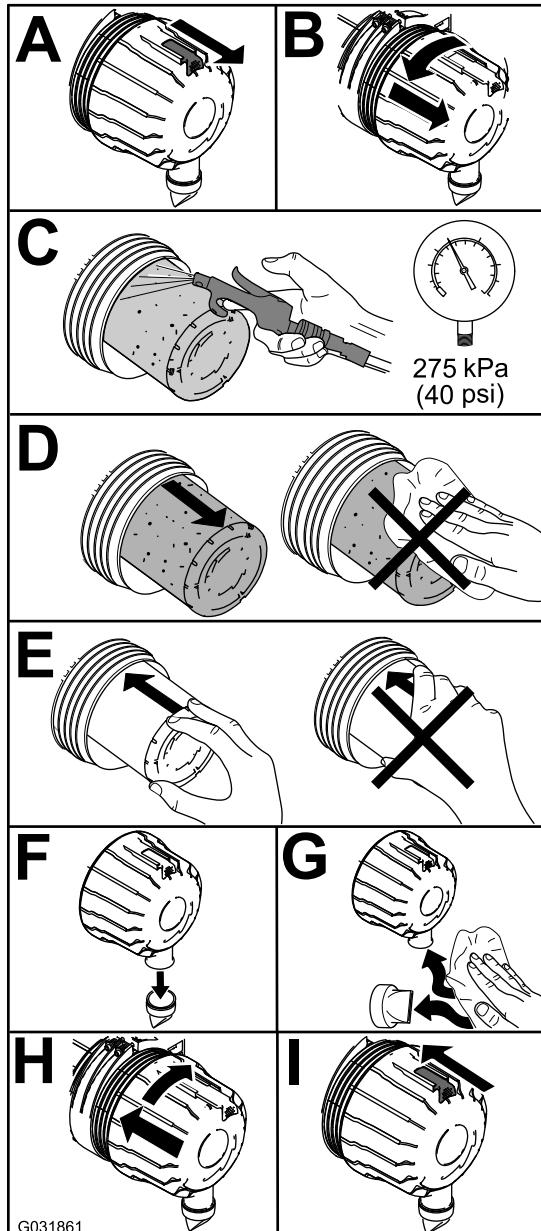

Figura 40
1. Sostituite il filtro dell'aria (Figura 40).